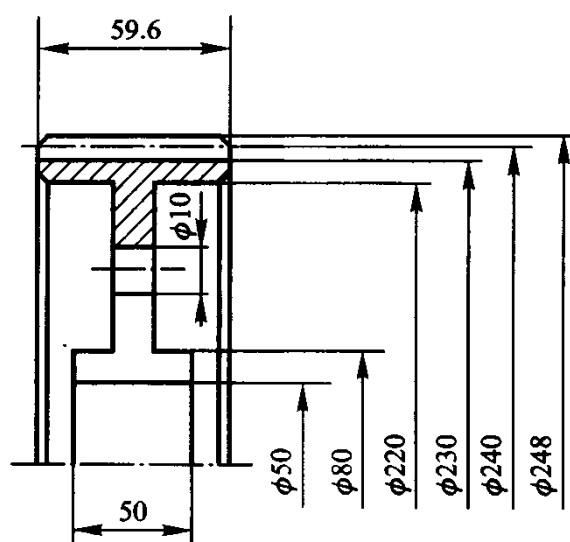

图 1-2 齿轮结构分析
- (1) 试分析下面几个齿轮各应采用何种结构。
① 一标准直齿圆柱齿轮,模数  $m = 3 \text{ mm}$ ,内孔直径  $d_i = 35 \text{ mm}$ ,分度圆直径  $d = 60 \text{ mm}$ 。若选齿轮与轴制成一体的齿轮轴结构,且加工齿轮的轴段直径为  $55 \text{ mm}$ ,请思考能否用插齿法加工。
② 当  $d = 550 \text{ mm}$  时,应选择哪种齿轮结构? 能否采用 45 钢锻造? 为什么?
③ 某直齿圆柱齿轮,  $z = 59$ ,  $m = 4 \text{ mm}$ ,  $\alpha = 20^\circ$ ,正常齿制,安装齿轮处轴的直径  $d_a = 50 \text{ mm}$ 。
(2) 一对斜齿圆柱齿轮传动,  $z_1 = 24$ ,左旋;  $z_2 = 108$ ,右旋。  $m_n = 2.5 \text{ mm}$ ,  $\beta = 9^\circ 59' 12''$ ,软齿面,对称布置,小齿轮所在轴的轴端最小直径为  $32 \text{ mm}$ ,安装大齿轮的轴段的直径为  $60 \text{ mm}$ 。要求:分析确定这两个齿轮的结构及尺寸(提示:小齿轮可采用齿轮轴,  $b_2 = 60 \text{ mm}$ )。
(3) 若直齿轮的主要参数:  $z = 60$ ,  $m = 4 \text{ mm}$ ,  $\alpha = 20^\circ$ ,试分析图 1-2 中所标注的齿轮结构尺寸的错误(提示:按照取值规范即经验公式和尺寸圆整习惯判断。)
(4) 由学生观察实际齿轮的结构(每人至少三种以上),通过简单测量(如  $b$ 、 $d_s$ 、 $z$ 、 $d_a$ 、 $d_f$  等),